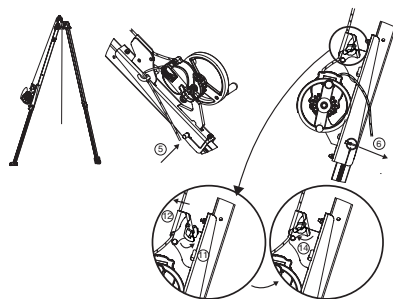

Fig. 9
**IMPORTANTE:** Tener cuidado con el sentido de montaje: el bloqueador de driza debe estar dirigido hacia la parte superior del trípode trápode (Fig. 9).
5. Colocar el bulón de amarre de la consola para aparato Derope™ UP R. Este bulón cumple dos funciones: bloqueo de la pata del trípode trápode y amarre de la consola para aparato Derope™ UP R en esta pata (Fig. 9, 5).
6. Bloquear el bulón de amarre mediante el pasador sujetador (Fig. 9, 6).
11. Abrir el bloqueador de driza de la consola (Fig. 9, 11).
12. Introducir la driza que sale del aparato Derope™ en el bloqueador de driza de la consola (Fig. 9, 12).
14. Cerrar el bloqueador de driza (Fig. 9, 14).